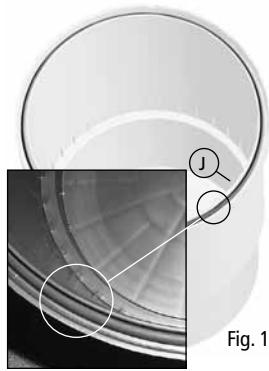

Fig. 1
- Avant le premier démarrage, il est nécessaire de mettre en place le joint torique du couvercle (I), fourni séparément dans un sac en polyéthylène. Il faut insérer ce joint torique convenablement dans la rainure située dans la partie supérieure de la cuve du filtre (fig. 1).